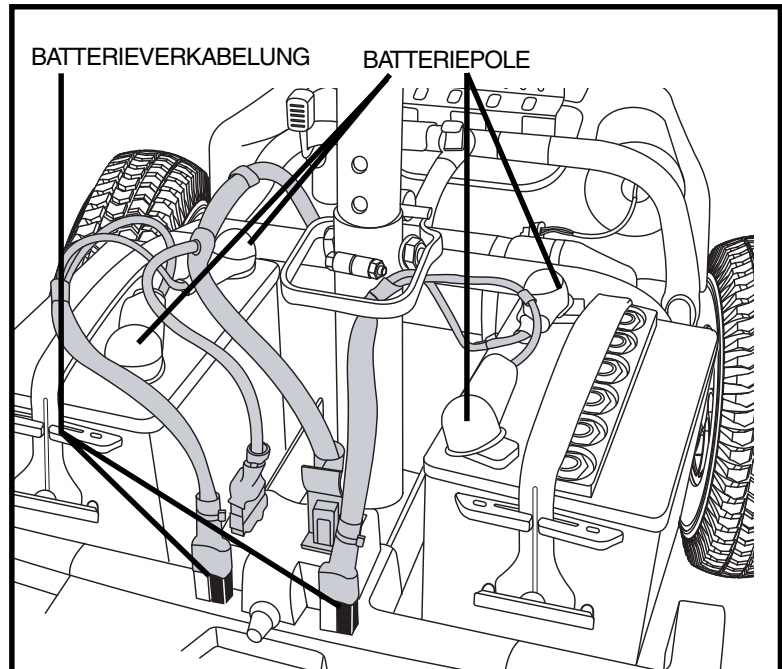

Abb. 13. Batterieverkabelung und Batteriepole
3. Unterbrechen Sie die Batterieverkabelung, indem Sie sie gerade Hochziehen. **Siehe Abb. 13.**